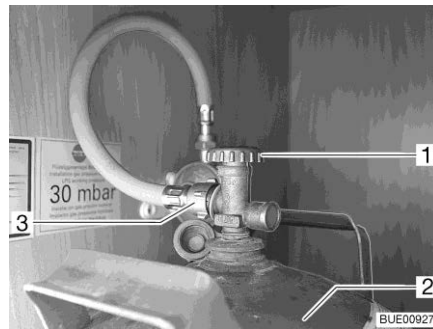

Bild 94 Gaskasten
- Haupt-Absperrventil (Bild 94,1) an Gasflasche (Bild 94,2) schließen. Pfeilrichtung beachten.
- Gasschlauch (Bild 94,3) von Gasflasche abschrauben.